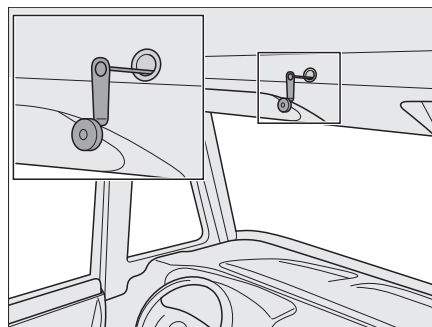

Fig. 164 Commande de secours pour le lit escamotable électrique
- ▷ En cas de panne de courant, le lit escamotable électrique peut également être commandé avec une manivelle de secours (Fig. 164). Celle-ci se trouve dans la cuisine intégrée.